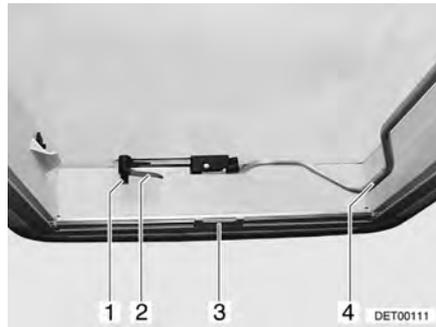
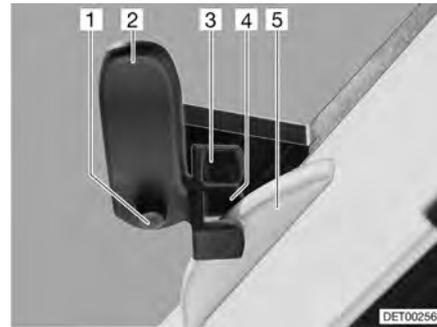

Bild 63 Heki-Dachhaube, geschlossen
Bild 64 Heki-Dachhaube in Lüftungsstellung 1
- Sicherungsknopf (Bild 63,1) drücken und Verriegelungshebel (Bild 63,2) eine viertel Umdrehung nach innen drehen.
- Bügel (Bild 63,4) nach unten aus der Arretierung ziehen.
- Verriegelungshebel (Bild 63,2 und Bild 64,2) eine viertel Umdrehung drehen. Die Nase der Dachverriegelung (Bild 64,5) muss dabei in die obere Verriegelungsgabel (Bild 64,3) eingreifen.
- Sicherungsknopf (Bild 64,1) drücken und Verriegelungshebel (Bild 64,2) zurückdrehen. Die Nase der Dachverriegelung (Bild 64,5) muss dabei in die untere Verriegelungsgabel (Bild 64,4) eingreifen.